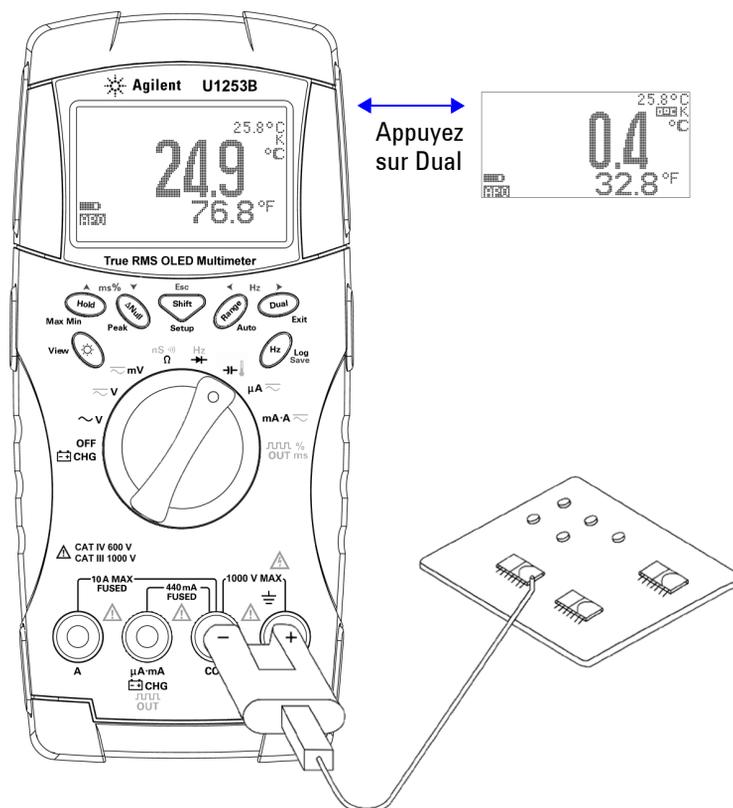

Figure 2-14 Mesure de température de surface
- 3 Branchez l'adaptateur de thermocouple (la sonde à thermocouple étant connectée) aux bornes d'entrée **TEMP (rouge)** et **COM (noire)** (reportez-vous à la Figure 2-14 à la page 53).